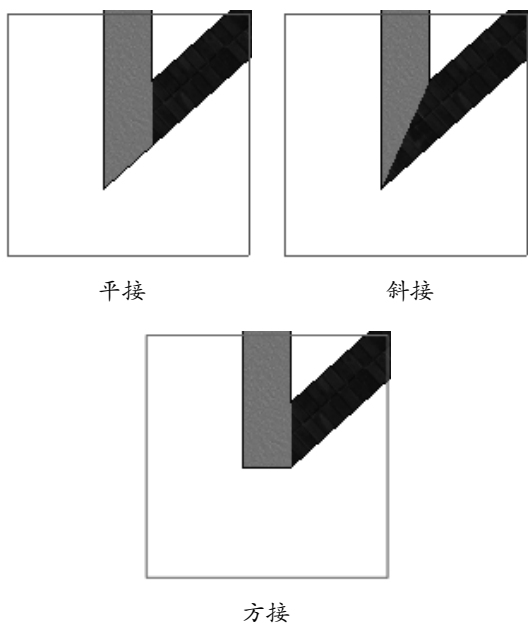

图 5-35
- 平接/斜接/方接: 3 种墙体连接的基本类型, 如图 5-35 所示。